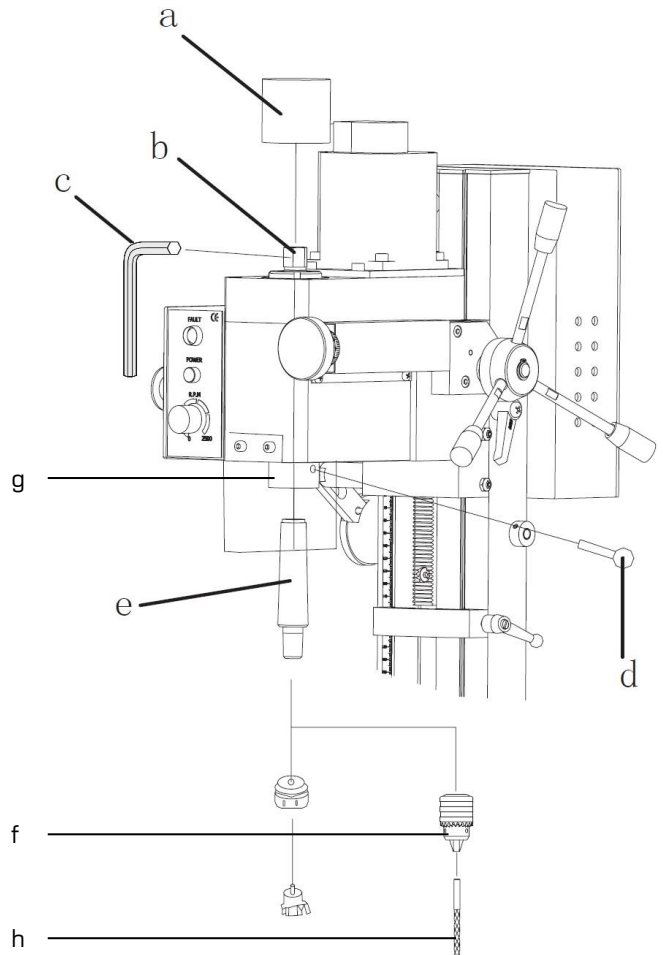

Figure 2
1. Dégraisser l'intérieur de la broche (g fig.2), du mandrin auto-serrant (f fig.2) et la partie conique de la queue de mandrin (e fig.2) au moyen d'un chiffon sec.
2. Retirer le cache de protection tirant (a fig.2).
3. Enfoncer fermement à la main la queue de mandrin (e fig.2) dans le mandrin auto-serrant (f fig.2).
5. Enfoncer fermement à la main l'ensemble dans la broche (g fig.2).
6. Bloquer la queue de mandrin (e fig.2) en vissant le tirant M16 (b fig.2) traversant la broche à l'aide d'une clé Allen (c fig.2) et de la poignée de blocage dans le poinçon de la broche (d fig.2).
7. Remettre le cache de protection tirant (a fig.2).
8. Monter l'outil à queue cylindrique (h fig.2) dans le mandrin auto-serrant (f fig.2).
1. Dégraisser l'intérieur de la broche (g fig.2) et la partie conique de la queue de mandrin porte-pinces au moyen d'un chiffon sec.
4. Enfoncer fermement à la main l'ensemble dans la broche (g fig.2).
5. Bloquer le mandrin porte-pinces en vissant le tirant M16 (b fig.2) traversant la broche à l'aide d'une clé Allen (c fig.2) et de la poignée de blocage dans le poinçon de la broche (d fig.2).
6. Remettre le cache de protection tirant (a fig.2).
1. Dégraisser l'intérieur de la broche (g fig.2), du mandrin porte-tarauts et la partie conique de la queue de mandrin au moyen d'un chiffon sec.
6. Bloquer la queue de mandrin en vissant le tirant M16 (b fig.2) traversant la broche à l'aide d'une clé Allen (c fig.2) et de la poignée de blocage dans le poinçon de la broche (d fig.2).
3. Monter directement l'outil à queue conique dans la broche (g fig.2) (si nécessaire, adapter la taille du cône morse à l'aide de réducteur ou d'augmentateur approprié).
2. Démontez l'outil à queue cylindrique (h fig.2) dans le mandrin auto-serrant (f fig.2).
3. Retirez le cache de protection tirant (a fig.2).
4. Débloquez la queue de mandrin (e fig.2) en dévissant le tirant M16 (b fig.2) traversant la broche à l'aide d'une clé Allen (c fig.2) et de la poignée de blocage dans le poinçon de la broche (d fig.2).
5. Taper légèrement sur l'extrémité du tirant (b fig.2) avec un maillet afin d'extraire l'ensemble.
4. Débloquez le mandrin porte-pinces en dévissant le tirant M16 (b fig.2) traversant la broche à l'aide d'une clé Allen (c fig.2) et de la poignée de blocage dans le poinçon de la broche (d fig.2).
4. Débloquez la queue de mandrin en dévissant le tirant M16 (b fig.2) traversant la broche à l'aide d'une clé Allen (c fig.2) et de la poignée de blocage dans le poinçon de la broche (d fig.2).
1. Abaisser la broche (g fig.2) à l'aide des bras de cabestan.
2. Bloquer la broche (g fig.2) à l'aide de la poignée de blocage de broche (7 fig.1).
4. Introduire un chasse-cône à l'intérieur de la lumière de la broche (g fig.2).